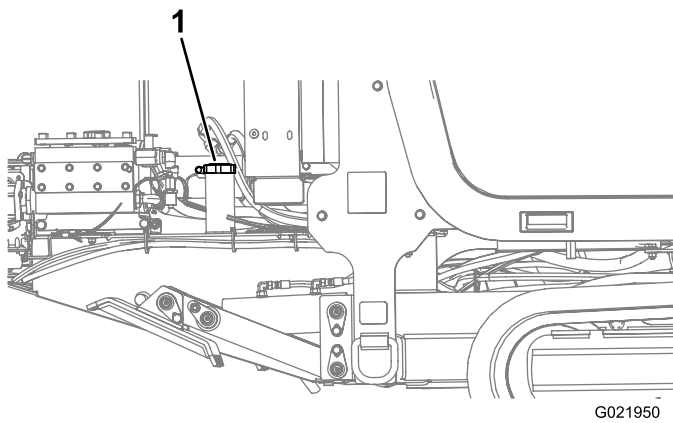

Bild 69
4. Nehmen Sie den Tankdeckel vom Kraftstofftank ab (Bild 69).